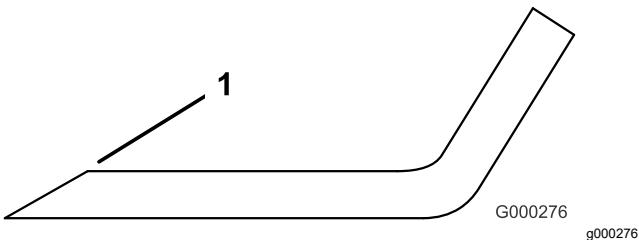

Рисунок 87
3. Проверьте режущие кромки всех ножей и заточите их, если они затупились или имеют зазубрины (Рисунок 87).
- Примечание:** Чтобы ножи всегда оставались острыми, затачивайте только верхнюю сторону режущей кромки и сохраняйте первоначальный угол заточки (Рисунок 87). Балансировка ножа не нарушается при удалении одинакового количества металла с обеих режущих кромок.